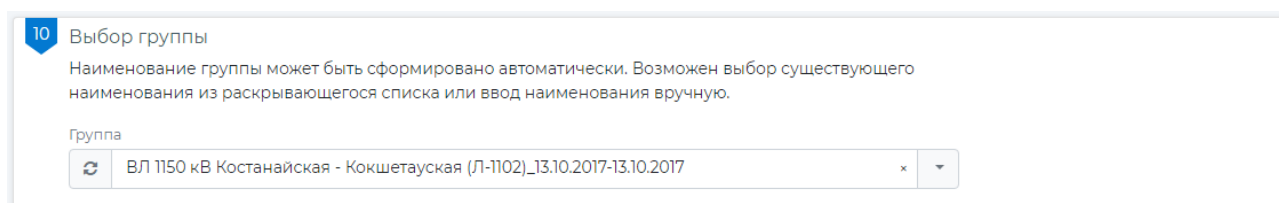

Рисунок 10.16 – Выбор группы
- **«Шаг 10 – Выбор группы».** На данном шаге можно выбрать группу, в которую будет помещена созданная заявка. Группа выбирается из списка групп (см. раздел «9.2.1 Работа с редактором групп») или создается новая (Рисунок 10.16). По умолчанию поле «Группа» заполняется значением «не указана». В данном поле пользователю доступны несколько функций: